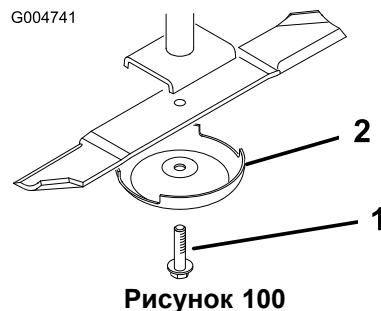

Рисунок 100
2. Возьмитесь за конец ножа рукой в перчатке на толстой подкладке или через слой ветоши. Снимите болт ножа, защитный колпак и нож со шпинделя (Рисунок 100).